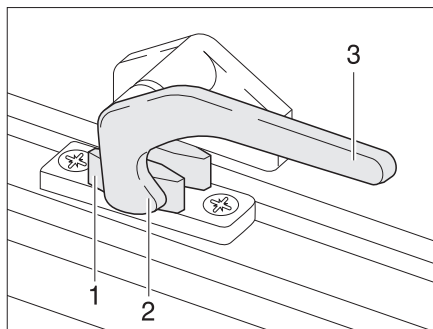

Fig. 38 Palanca de bloqueo en la posición de "cerrado"
- Girar la palanca de bloqueo (Fig. 38,3) un cuarto de vuelta hacia la mitad de la ventana.
- Girar la palanca de bloqueo (Fig. 38,3) un cuarto de vuelta hacia el marco de la ventana. El saliente de bloqueo (Fig. 38,2) se encuentra en la cara interior del bloqueo de la ventana (Fig. 38,1).
- En la posición "cerrada fijamente" (Fig. 38).